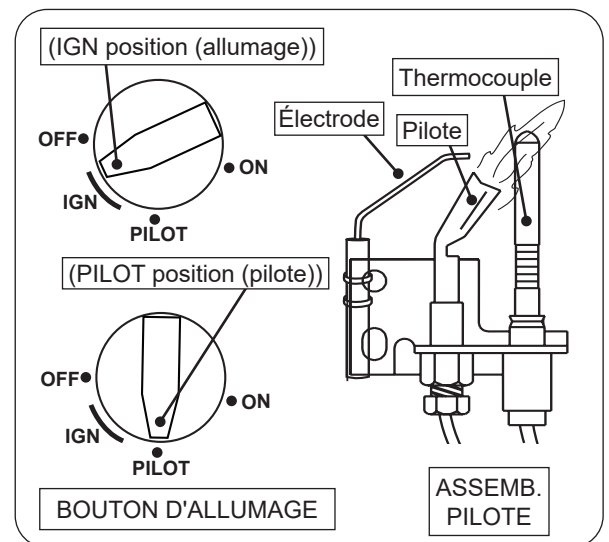

Fig. 50-1 Éclairage pilote
- Localisez l'assemblage de la veilleuse sur le côté ou à l'arrière du bac du brûleur (voir Fig. 50-1).
- Tout en maintenant le bouton enfoncé, tournez le bouton de commande dans le sens antihoraire  vers **PILOT** (pilote) jusqu'à ce que vous entendiez un clic (l'allumeur piézo-électrique s'activera et allumera la veilleuse). Continuez à maintenir le bouton enfoncé pendant environ une (1) minute après l'allumage de la veilleuse. Relâchez le bouton et il ressortira. La veilleuse restera allumée. Voir la Fig. 50-1. S'il s'éteint, répétez les étapes 2 à 5.